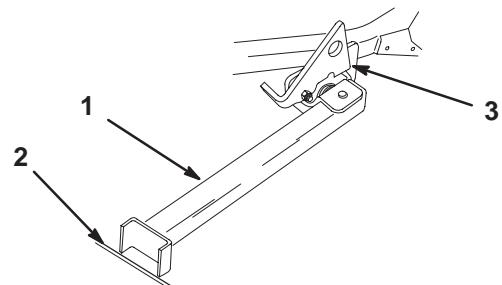

Figure 28
4. Posez le pied du support sur le sol et appuyez le verrou sur la languette de pivot (Fig. 28).
Remarque : Pour de meilleurs résultats, placez le pied du support dans des anfractuosités du trottoir ou du gazon (Fig. 28).
6. Montez la machine sur le support. Arrêtez-vous quand le verrou retombe sur la languette en position verrouillée (Fig. 28). Lorsque la machine est sur le support, serrez le frein de stationnement et arrêtez le moteur.